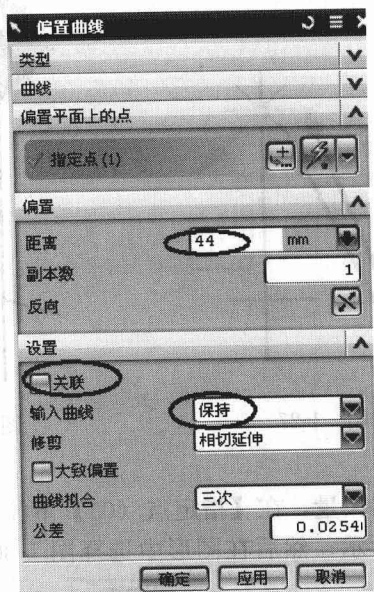
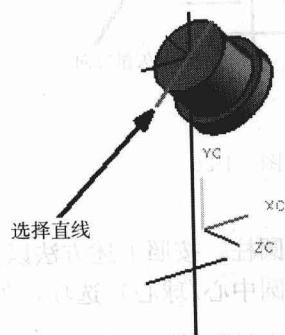

图 1-32
图 1-33
选择菜单中的【插入】/【来自曲线集的曲线】/【偏置】命令，或在【曲线】工具条中选择  (偏置曲线) 图标，系统出现【偏置曲线】对话框，如图 1-32 所示；根据提示在图形中选择图 1-33 所示直线为要偏置的曲线，然后在【指定点 (1)】区域中选择  (自动
在【偏置曲线】对话框中【距离】栏中输入【44】,取消 ☐ 关联 选项,在【输入曲线】下拉框中选择【保持】选项,如图 1-32 所示,最后单击 按钮,完成偏置曲线,如图 1-35 所示。